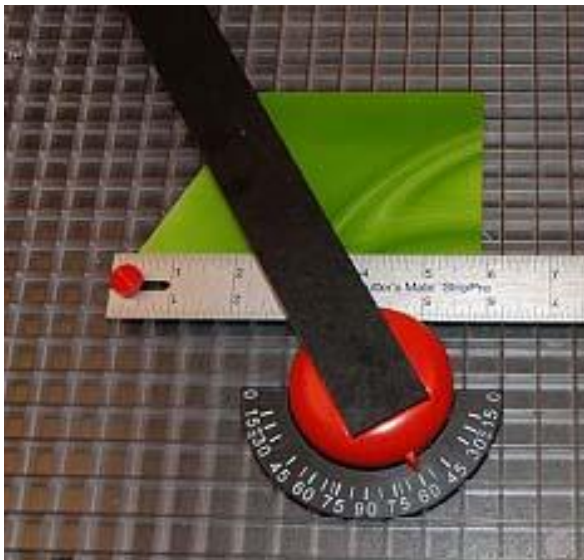

Abbildung 3
3. Stellen Sie das Schneidlineal an die anderen 60 Grad-Winkel Markierung auf dem Kompass ein. Richten Sie den Punkt der ersten Schnitt genau an ihre Schneidrad ihre Glasschneider und Schneide. (Bild 3)